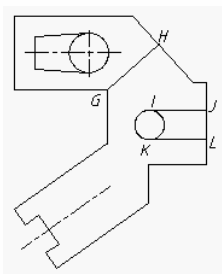

图1-11 画线段GH、IJ等
2. 画线段 GH、IJ 等, 如图 1-11 所示。
结果如图 1-11 所示。